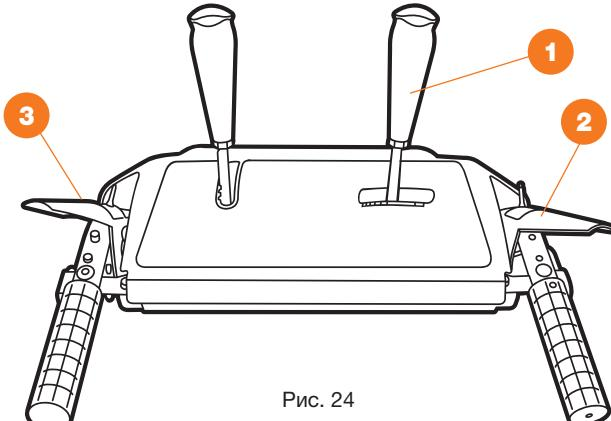

Рис. 24
- Установите требуемую рабочую скорость на панели управления. Перемещая рычаг выбора скорости **1**, установите его в одно из четырех положений **ВПЕРЕД** или в положение **НАЗАД** (Рис. 24).
- Нажмите на рукоятку включения вращения шнека **2** и шнеки начнут вращаться. При отпускании рукоятки шнеки остановятся (Рис. 24).
- Нажмите на рукоятку включения привода колес **3** и снегоуборщик начнет движение. При отпусканнии рукоятки снегоуборщик остановится (Рис. 24).
- При одновременном нажатии рукоятки включения вращения шнека **2** и рукоятки включения привода колес **3**, рукоятку **3** можно отпустить, при этом движение снегоуборщика продолжится. Таким образом, не останавливая процесс уборки, вы можете свободной рукой отрегулировать направление и дальность выброса или включить фару (Рис. 24).
- Для остановки снегоуборщика отпустите рукоятку включения вращения шнека **2** и привод колес автоматически выключится (Рис. 24).
- При отпущеной рукоятке включения вращения шнека **2** (в верхнем положении), тросик привода должен иметь небольшое ослабление. Он не должен быть сильно натянут (Рис. 24).
- Находясь в положении оператора (за снегоуборщиком) включите шнек, нажав на рукоятку включения вращения шнека **2** (Рис. 24).
- Оставьте шнек в рабочем состоянии примерно на 10 секунд, после чего отпустите рукоятку включения вращения шнека ② (Рис. 24). Повторите эту процедуру несколько раз.
- При включенном двигателе и установленной в верхнее положение рукоятке включения шнеков ②, подойдите к снегоуборщику со стороны ковша (Рис. 24).